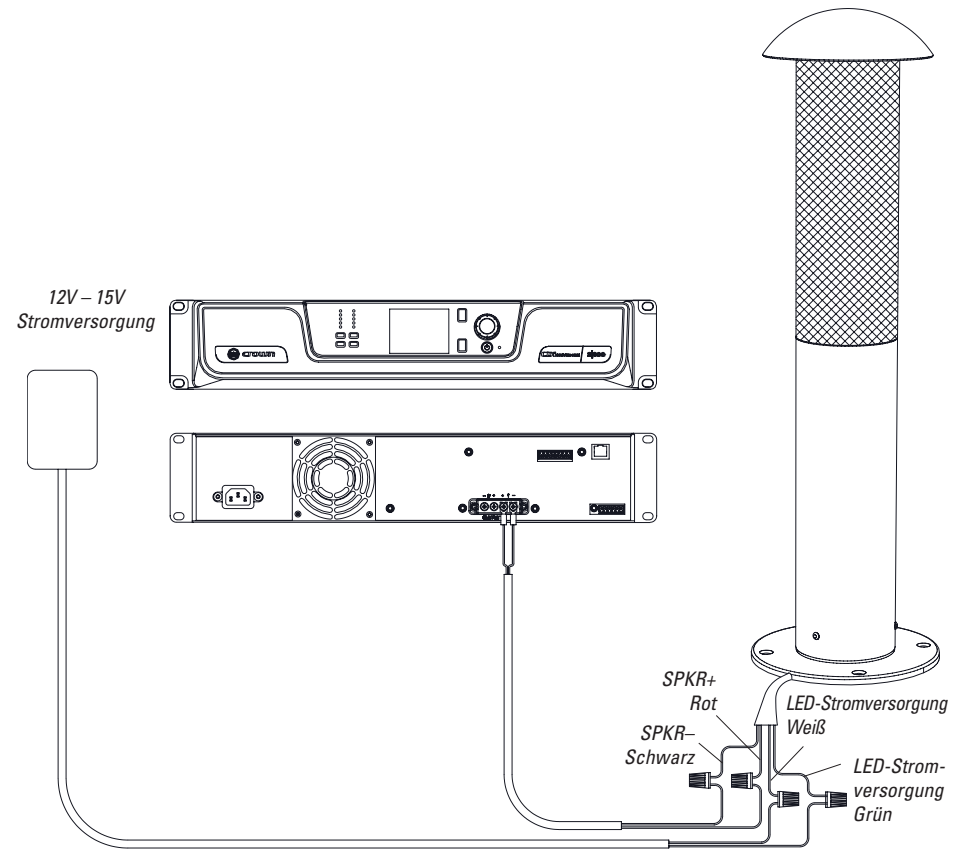

Abbildung 25
2. Das rote (+) Lautsprechereingangskabel mit dem (+)-Kabel vom Verstärkerausgang und das schwarze (-) Lautsprechereingangskabel mit dem (-)-Kabel vom Verstärker verbinden (siehe Abbildung 25). Verwende Crimpverbinder oder Kabelmuttern für die Verbindung. Für eine höhere Zuverlässigkeit ist der Anschluss in einem unterirdischen, wasserdichten elektrischen Anschlusskasten nach IP65 vorzunehmen.